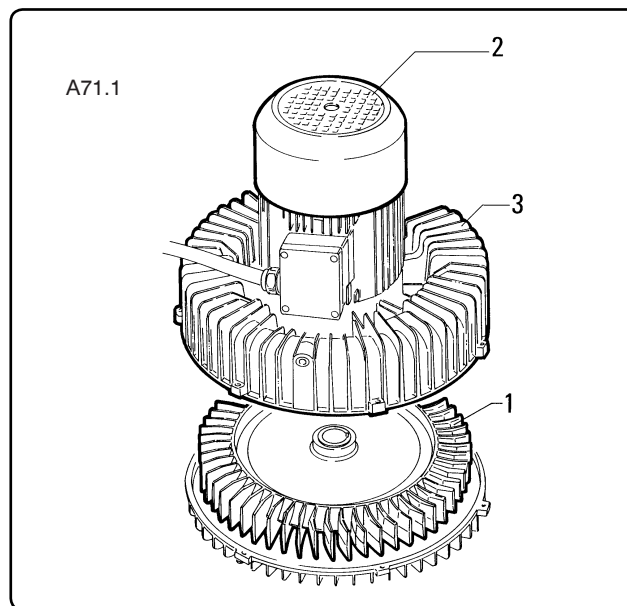

Fig. 7.5.5
7.5.5 - Verificare lo stato della ventola aspirante (fig. 7.5.5)
7.5.5 - Checking the condition of the suction fan (fig. 7.5.5)
7.5.5 - Vérifier l'état du ventilateur aspirant (fig. 7.5.5)
7.5.5 - Prüfung des Zustands des Lüfterrades (Abb. 7.5.5)